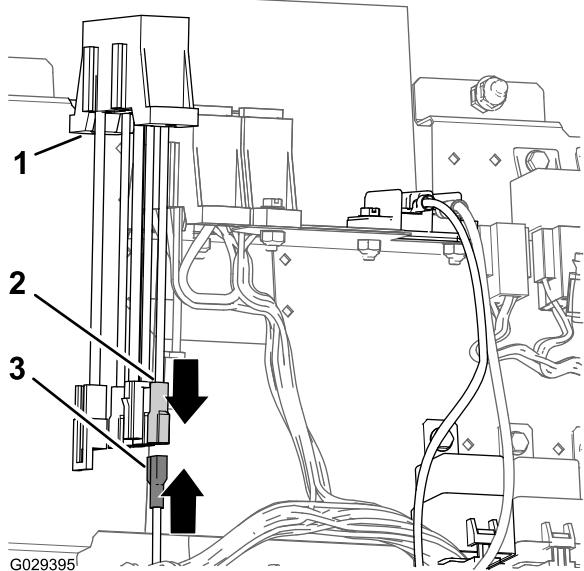

図 21
- 仕上げキット用ハーネスについているブレード形コネクタを、追加で取り付けた補助ヒューズブロックのソケットに接続する図 21。